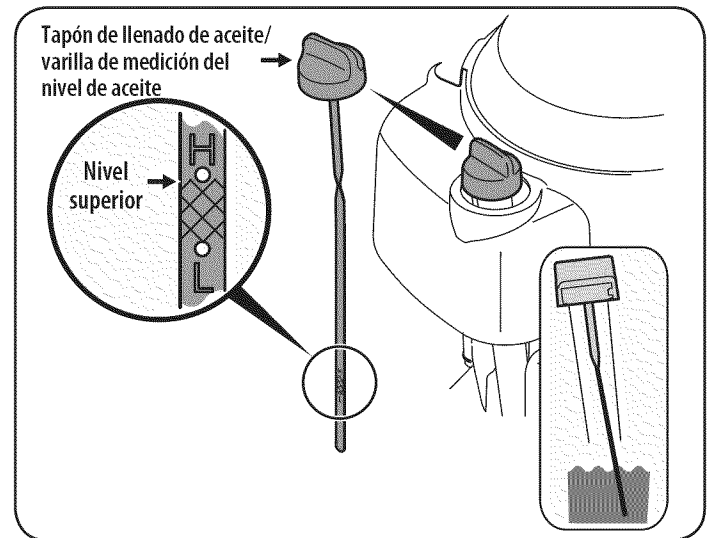

Figura 15
- Inserte la varilla de medición de nivel dentro del cuello de llenado de aceite. Gire la varilla de medición 1/4 de giro hasta la posición en la que queda trabada para que se asiente por completo. Vea la Figura 15.
- Si el nivel está bajo, agregue aceite lentamente hasta que la medición está en el límite superior de la varilla de medición. Vea el recuadro de la Figura 15.